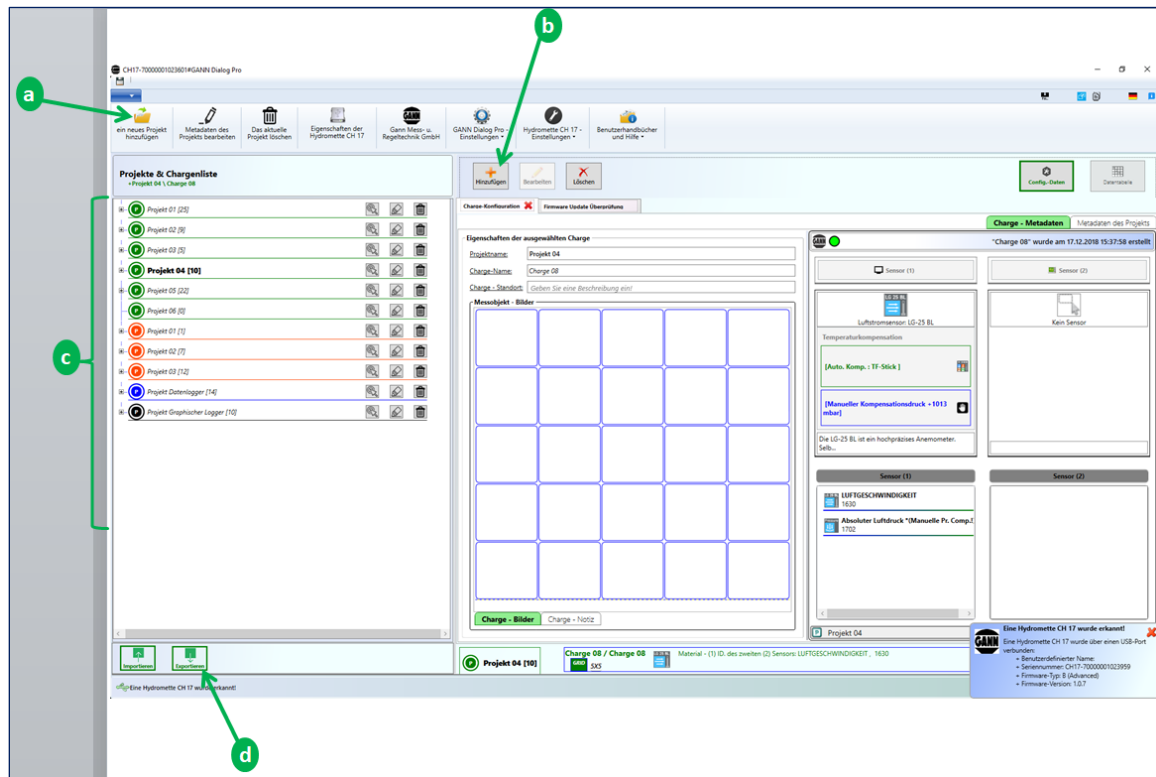

Abbildung 4-1: Konfigurieren eines Projektordners
1. Fügen Sie ein Projekt hinzu (**a** in Abbildung 4-1).
2. Fügen Sie dann eine neue Charge zu Ihrem Projekt hinzu (**b** in Abbildung 4-1).
Wiederholen Sie die Schritte 1 und 2, bis die gewünschte Anzahl von Projekten und Chargen erreicht ist. Auf der rechten Seite des in Abbildung 4-1 dargestellten Bildschirms können Sie die Einstellungen für diese Chargen ändern. Weitere Informationen zur Navigation durch verschiedene Projekte (**c** in Abbildung 4-1) finden Sie in Kapitel 9.5. Weitere Informationen zu Metadaten finden Sie in Kapitel 6.
- Schließen Sie Ihre Hydromette CH 17 an Ihren PC an (die Schaltfläche "Exportieren" **d** in Abbildung 4-1 wird aktiviert).